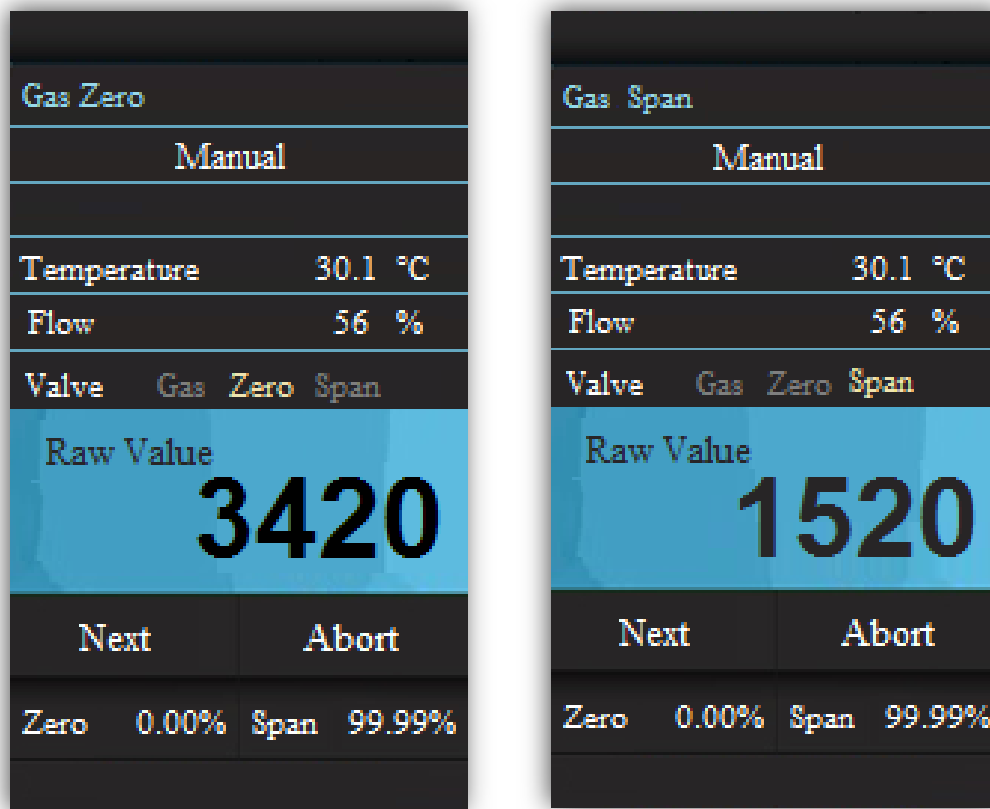

Figura 39 : Pagine Gas Zero e Gas Span per la Calibrazione Manuale
questo valore è stabilmente vicino al valore impostato dello Zero Gas, premere il pulsante *Next* (Figura 39 lato sinistro). Premendo il pulsante *Next*, l'analizzatore salva il valore dello zero gas, quindi lo schermo salta alla pagina successiva. Come riferimento, i valori impostati dello Zero Gas e dello Span Gas sono sempre visualizzati nella parte inferiore dello schermo. In qualsiasi momento, è possibile interrompere la procedura di calibrazione manuale premendo il pulsante *Abort*.
- e. La pagina *Gas Span* mostra il valore effettivo di origine (raw value) del Span Gas (Figura 39 lato destro). Eseguire la stessa operazione indicata al punto c.